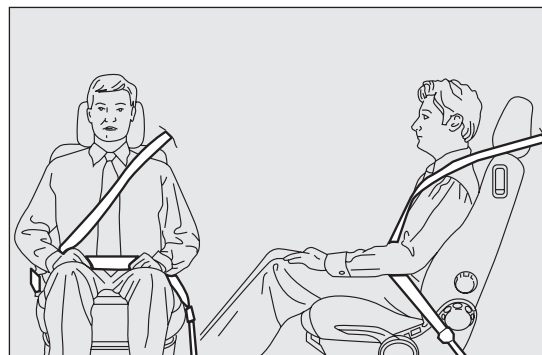

fig. 79
**ATTENTION** La sangle de la ceinture ne doit pas être entortillée. La partie supérieure doit passer sur l'épaule et traverser le thorax en diagonale. La partie inférieure doit adhérer au bassin (comme l'indique fig. 79) du passager, et non à son abdomen. N'utiliser aucun dispositif (agrafes d'arrêt, etc.) pour tenir les ceintures éloignées du corps des utilisateurs.